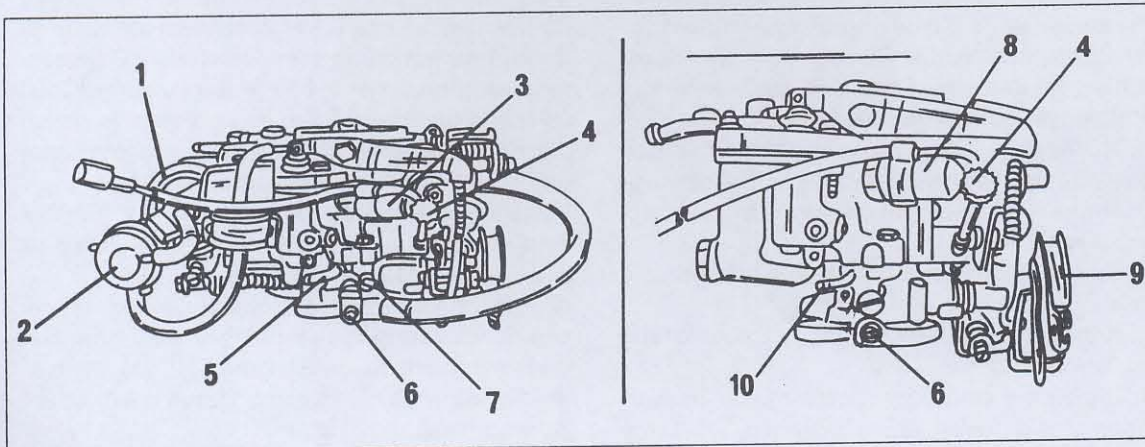
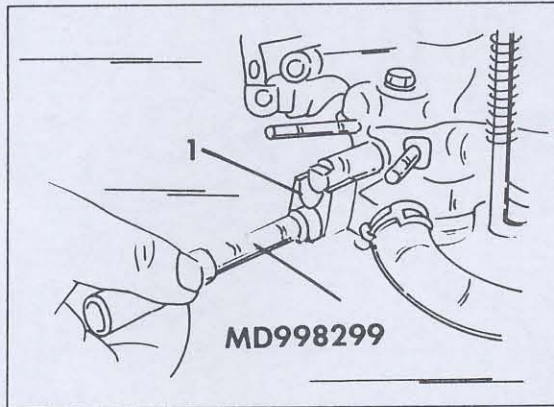

Bild 168
Bild 169
Bei diesem Vergaser handelt es sich um einen Zweistufen-Fallstromvergaser mit automatischer Startvorrichtung. Der Vergaser ist mit einem Anreicherungssystem, einer Beschleunigungspumpe und einem Kraftstoffabsperrenteil versehen. Bild 168 zeigt die einzelnen, am Vergaser ange-
Eine Vergaserzerlegung ist nach Ausbau des Vergasers unter Bezug auf Bild 168 durchzuführen. Nach Abschrauben des Deckels kann man die darunterliegenden Düsen, z.B. zum Reinigen, ausschrauben. Das gleiche gilt für die Hauptdüsen und anderen Teile, welche man mit etwas Fachkenntnissen leicht auffinden kann. Für ungeschulte Heimwerker sind moderne Vergaser sehr hoch entwickelt, jedoch steht nichts im Weg, die in den Bildern gezeigten Teile ab- und anzumontieren.
Die Lage der Einstellschrauben ist in Bild 168 gezeigt. Die Gemischregulierschraube darf niemals zu fest eingeschraubt werden, um die Spitze nicht zu verbiegen. Ausser bei Aus- und Einbau des Vergasers sollte der Leerlauf ebenfalls überpüft und ggf. eingestellt werden, wenn der Motor laufend stehen bleibt oder zu schnell läuft.
Zum Verstellen der Gemischregulierschraube ist ein Spezialwerkzeug erforderlich. Die Gemischregulierschraube ist mit einer Begrenzungskappe versehen und das Werkzeug wird zum Verstellen der Kappe benutzt. Bild 169 zeigt das Werkzeug und ebenfalls wie es angesetzt wird.
der Leerlauf nicht innerhalb $750 \pm 50/\text{min}$. liegt, muss er eingestellt werden. Dies ist bei einem 1,6 Liter-Motor der Fall. Bei einem 2,0 Liter-Motor kann er bis zu $800 \pm 50/\text{min}$ betragen. Zu beachten ist, dass zwei Einstellschrauben in Bild 168 gezeigt sind. Der Leerlauf wird an der Schraube (4) eingestellt.
- Anzeige am CO-Anteil-Prüfer ablesen. Falls diese nicht innerhalb $1,0 \% \pm 0,5 \%$ liegt, die Gemischregulierschraube (6) in Bild 168 mit dem in Bild 169 gezeigten Werkzeug verstellen. Der Leerlauf braucht nicht verstellt werden, solange er zwischen 700 und 800/min liegt.